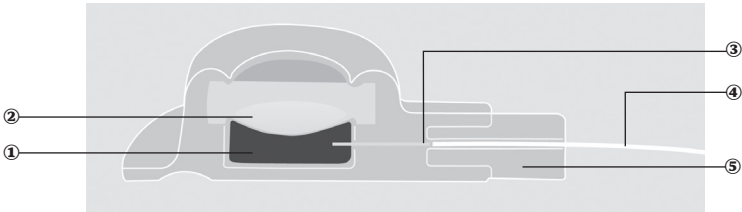

Рисунок 1. Устройство имплантируемой порт-системы.
Имплантируемая порт-система состоит из резервуара ①, мембраны ② и отводящей трубки ③, в которой закреплен катетер ④ при помощи рентгеноконтрастного защелкивающегося коннектора ⑤. См. рис. 1: Устройство имплантируемой порт-системы.